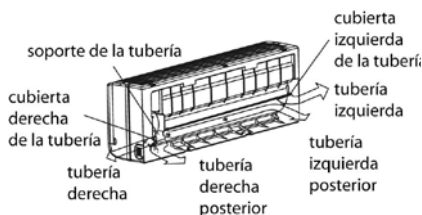

ilustración 35
1. Para instalar la tubería con salida a la izquierda o la derecha, quite la cubierta de la tubería del panel lateral. Esta se debe guardar ya que puede ser utilizada cuando vuelva a instalar el Acondicionador de Aire en otro lugar. (Ilustración 35)